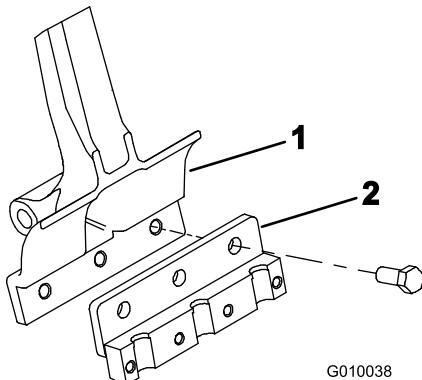

Figura 22
- Monte um suporte de dente em cada braço de dente com 3 parafusos (1/2 x 1-1/4 pol.) (Figura 22). Aperte os parafusos a 101,6 Nm.